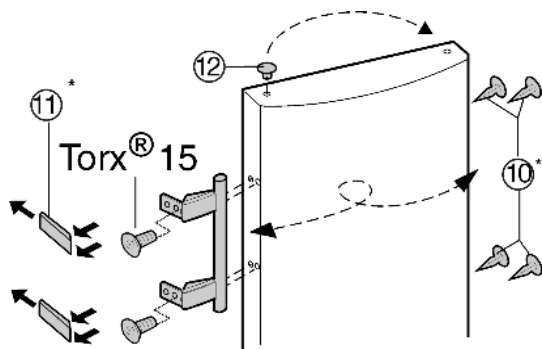

Fig. 8
- ▶ Løft pluggen *Fig. 8 (12)* ut av dørens lagerhylse, og sett den over på den andre siden.
- ▶ Demonter pluggene *Fig. 8 (10)* og trykkplatene *Fig. 8 (11)*, og sett de over på motsatt side.